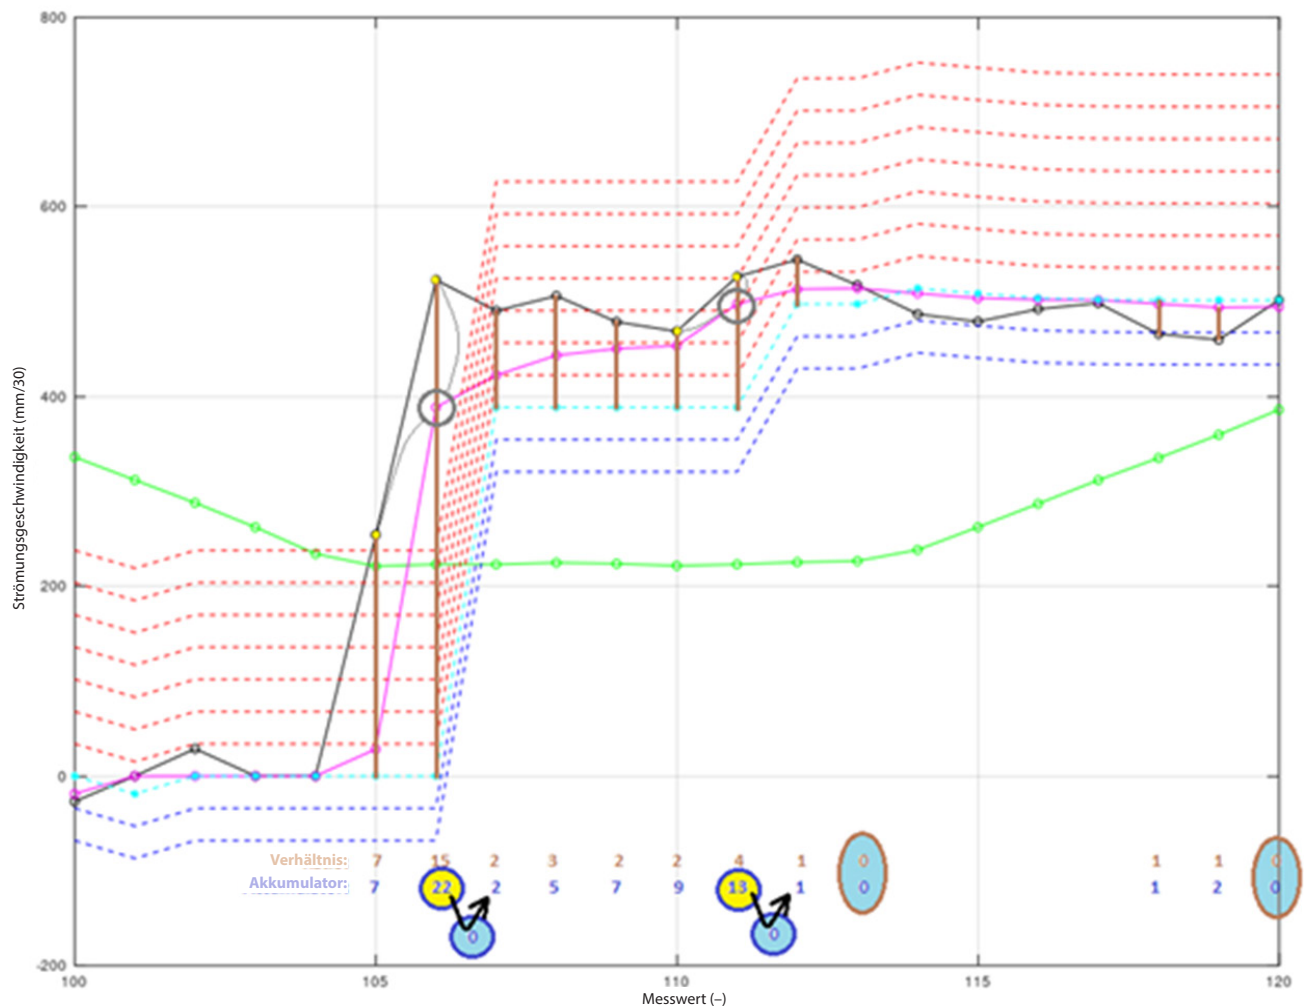

Abbildung 37: Diagramm zur Verarbeitung und Filterung der Strömungsgeschwindigkeit beim Übergang von Null auf 500 mm/s
Weitere Informationen zur Funktionsweise des erweiterten gleitenden Durchschnittsfilters finden Sie unter Abbildung 37. Legende für das Schaubild:
In **Abbildung 37** werden der standardmäßige gleitende Durchschnittsfilter und der erweiterte gleitende Durchschnittsfilter während des Übergangs des tatsächlichen Durchflusses von stehendem Wasser (Pumpe aus, kein Durchfluss) zu einem konstanten Durchfluss von etwa 500 mm/s (Pumpe ein) demonstriert. Die Abtastrate wurde auf 15 s eingestellt (empfohlener Batteriemodus), und es wurde ein Durchflusssensor mit DN50 verwendet. Die schwarze Kurve zeigt den ungefilterten Rohmesswert der Strömungsgeschwindigkeit an, die grüne Kurve entspricht der Filterung mit dem standardmäßigen gleitenden Durchschnittsfilter (MA) mit der Fenstergröße 10. Die magentafarbene Kurve zeigt die Anwendung des erweiterten gleitenden Durchschnittsfilters (AMA) mit einer Periodenlänge von 10 und einem Beschleunigungsfaktor von 10 an. Das Diagramm veranschaulicht die Stabilisierung des gemessenen und gefilterten Durchflusses durch den AMA. Der Standard-MA ist für eine solche Anwendung nicht geeignet, da die Einschwingzeit zu lang ist. Die Einschwingzeit des AMA ist mit ca. zwei Messwerten relativ kurz, wenn das Fehlerfenster klein ist.